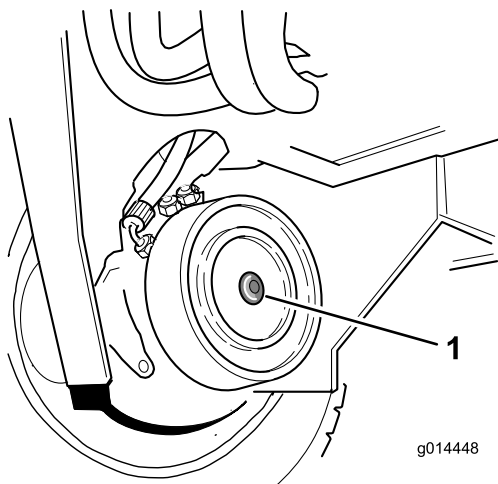

Figura 51
2. Identificate il gruppo freno a disco della ruota anteriore destra e rimuovete il tappo esagonale (Figura 51).